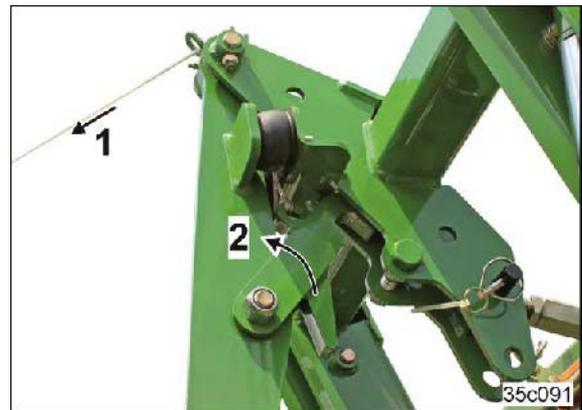

图 131
2. 拉住拉绳 (图 131/1) 。
→ 锁钩 (图 131/2) 打开。
4. 松开拉绳 (图 131/1) 。
如果升降框架没有锁紧，例如在田边地头掉头时 (见 图 132) 则不要操作拉绳 (图 131/1) 。